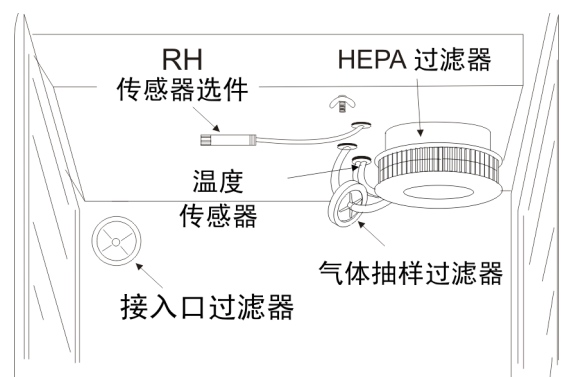

图 1-9. 过滤器和传感器的位置
4. 将气体抽样过滤器管道的游离端插入到风机滚轴后方的大孔中。请参见图 1-9 中的完整配置。
3. 安装过滤器，如图 1-9 所示。